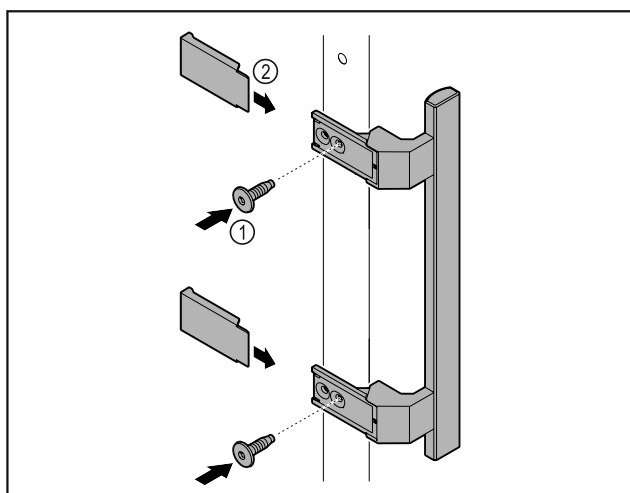

Fig. 8
- ▶ Madlo z přiloženého příslušenství upevněte na dveře pomocí přiložených šroubů Fig. 8 (1).
- ▶ Nasadte kryt Fig. 8 (2).